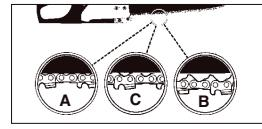

Fig. 5
**MISE EN GARDE :** si la chaîne est TROP LÂCHE ou TROP SERRÉE, le pignon, le guide-chaîne, la chaîne et les paliers de vilebrequin s'usent plus rapidement. Reportez-vous à la Fig. 5 pour plus d'informations sur la tension correcte à froid (A) et la tension correcte à chaud (B), ainsi que comme guide pour savoir quand la chaîne doit être réglée (C).